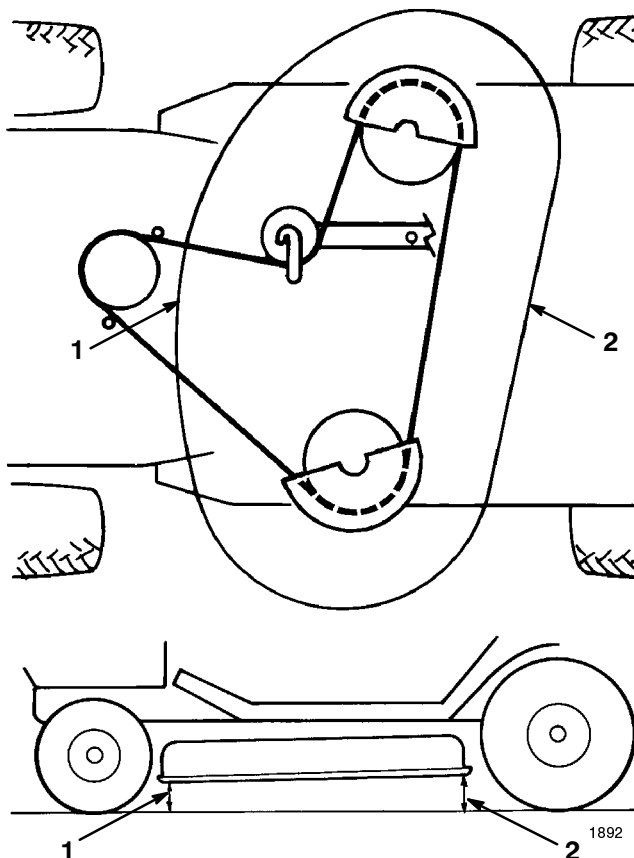

Bild 53
6. Messen Sie zur Kontrolle der Schnittemesserneigung in Längsrichtung den Abstand zwischen der Schneidwerkunterseite (Mitte vorne und Mitte hinten) und der ebenen Oberfläche (Bild 53). Wenn die Vorderseite nicht 3,5–10,5 mm tiefer liegt als die Hinterseite, ist eine Einstellung erforderlich.